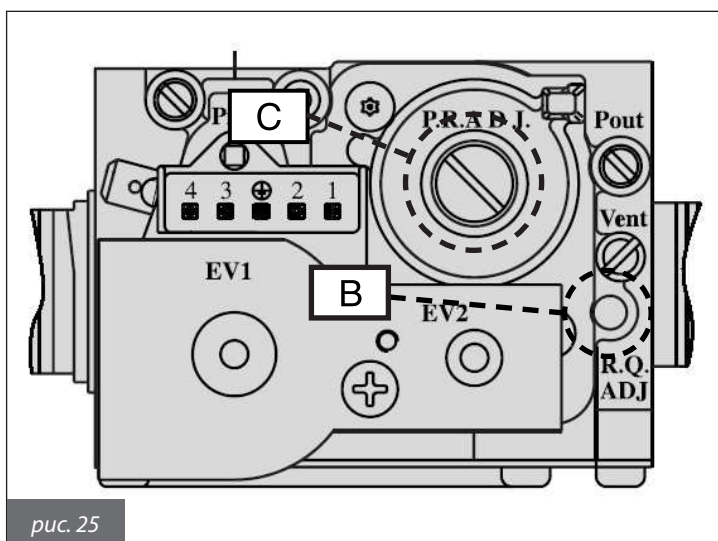

рис. 25
- отрегулировать значение CO₂ дымовых газов, вращая соответствующий регулятор В (рис. 25) и убедиться в том, что оно не превышает параметры, представленные в таблице 21;
- отрегулировать значение CO₂ дымовых газов, вращая соответствующий регулятор С (рис. 25) и убедиться в том, что оно не превышает параметры, представленные в таблице 21;